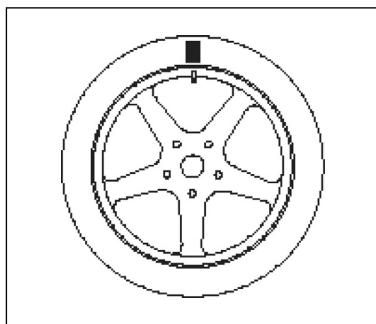

Abbildung F5.4 - Markierung am Reifen an der Düse
- 3) Stellen Sie die Reifendüse auf die 12-Uhr-Position und markieren Sie sie am Reifen an der Düse, wie in Abbildung F5.4 dargestellt.